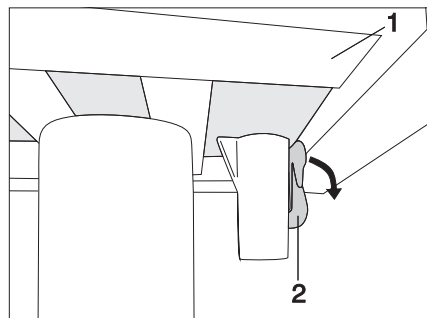

Fig. 83 Verrouillage de la table à une colonne (verrouillé)
- Pousser le levier d'arrêt (Fig. 83,2) vers le bas.
- Faire coulisser le plateau de table (Fig. 83,1) dans la position désirée.
- Pousser le levier d'arrêt (Fig. 83,2) vers le haut.